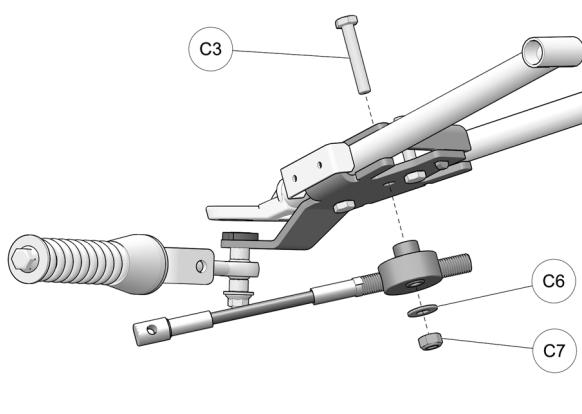

Fig. 22
12. Pass bolt (**C3**) down through opening in bracket cover and insert it in the anchor bracket's central hole. Slip steering limiter cable assembly over bolt (**C3**) and use washer (**C6**) and nut (**C7**) to secure assembly to anchor bracket. Tighten nut to 50 N·m [37 lb·ft]. Refer to Fig. 22
12. Insérer le boulon (C3) dans le trou central de la Fig. 22. Serrer à un couple de 50 N·m [37 lb·pi]. Voir place. Positionner le disque en aluminium du limiteur de charge en passant par l'ouverture du couvercle. Utiliser la rondelle (C6) et la rondelle au boulon (C7) pour fixer le limiteur de conducteur en aluminium sur le disque en aluminium du disque de frein. Voir la Fig. 22.